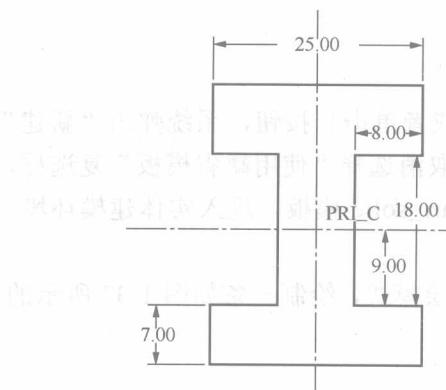

图 1-37 绘制扫描截面
(3) 以十字中心线为参照，交点为扫描轨迹的起始点，绘制如图 1-37 所示的扫描截面。完成截面的绘制后，单击确定按钮 $\checkmark$ ，退出草绘模式。